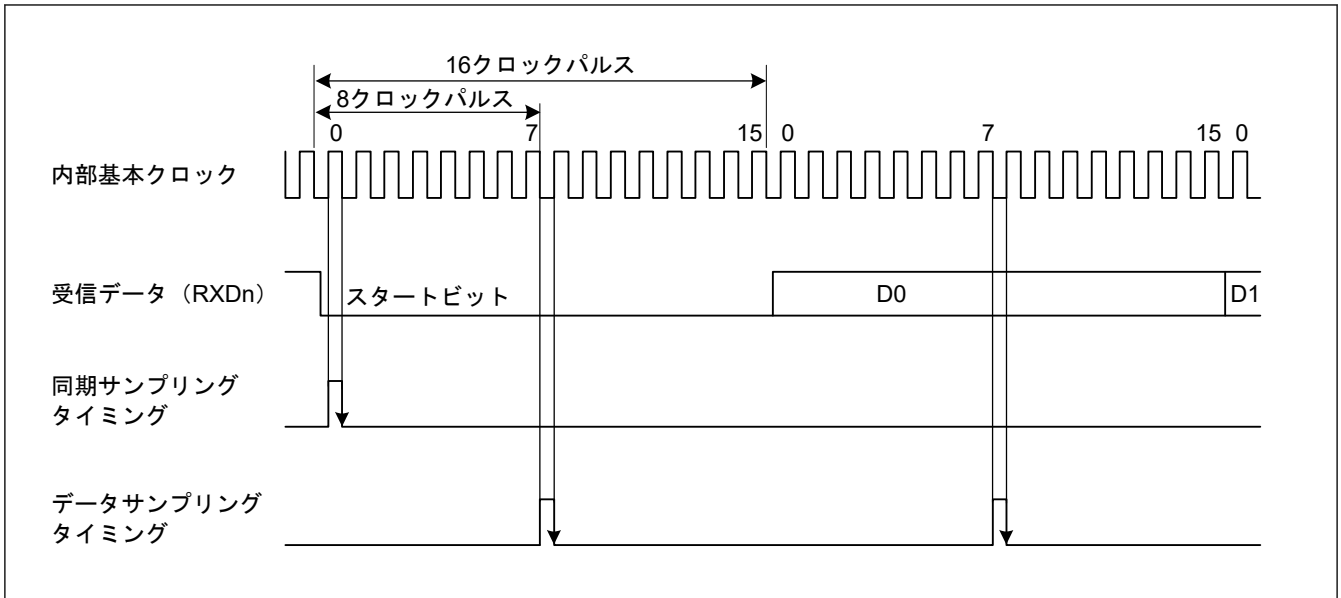

図 26.3 調歩同期式モードでの受信データサンプリングタイミング
調歩同期式モードでは、SCI はビットレートの 16 倍^(注1)の周波数の基本クロックで動作します。受信時には、SCI はスタートビットの立ち下がりエッジを基本クロックでサンプリングして内部を同期化します。また、図 26.3 に示すように、受信データは基本クロックの 8 パルス目^(注1)の立ち上がりエッジでサンプリングされるため、各ビットの途中でデータが取り込まれます。調歩同期式モードでの受信マージンは以下の式 (1) のように表すことができます。